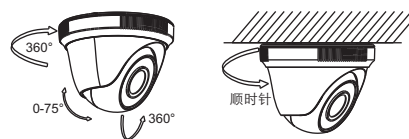

图3-7 安装球体组件
- 4.该摄像机支持万向调节功能，如图3-7所示，调节完成摄像机角度后，需要顺时针旋转固定环，锁紧摄像机。
- 4.该系列摄像机支持万向调节功能。调节步骤请参考图3-7但该摄像机无固定环。